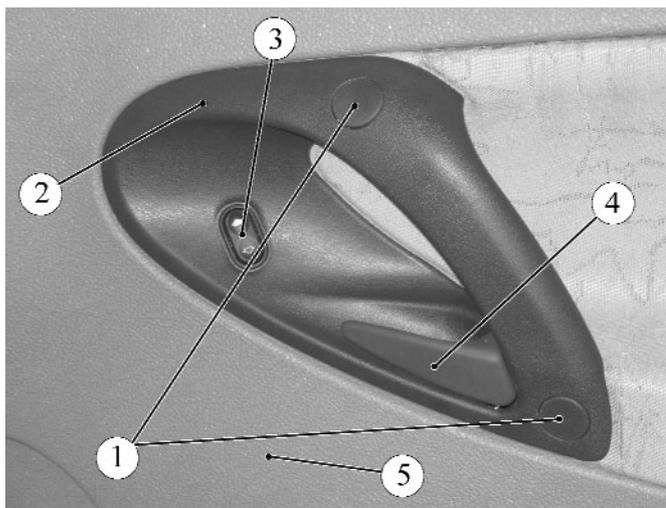

Рисунок 3.5 - Обивка передней двери правой:
- извлечь две заглушки 1, рисунок 3.5, ручки обивки, отвернуть два винта крепления ручки обивки и винт крепления внутренней ручки 4 открывания двери, снять ручку открывания двери (отвертка плоская, отвертка крестообразная);